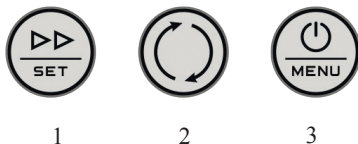
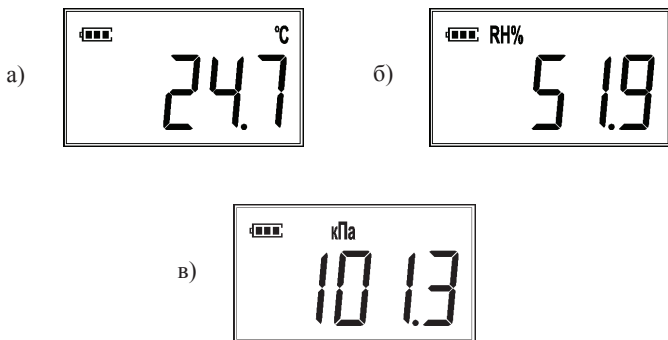

Рис.3 – Кнопки управления.
Рис.4 – Индикация на ЖК-дисплее режимов:
однократным нажатием кнопки ВКЛ/ВЫКЛ (3, Рис.3), причем, во время включения прибора на его экране будет выведен его серийный номер.
5.5 Для определения желаемого параметра достаточно поместить прибор в зону измерений и после установления тепло-влажного равновесия между зондом и окружающей средой считать с жидкокристаллического дисплея измеренное значение (Рис.4).
Если необходимо, например, включить/выключить даталоггер или передачу данных по Wi-Fi, то это можно сделать перейдя в меню настроек прибора, зажав у включенного прибора на несколько секунд кнопку MENU (3, Рис.3). При этом для адекватной работы прибора, его необходимо предварительно настроить с помощью программы-конфигуратора на ПК.
Длительное (примерно 2 секунды) нажатие на кнопку SET (1, Рис.3) приводит к смене текущего состояния регистратора данных. Для перехода к следующему пункту меню необходимо однократно нажать на кнопку SET.
связи происходят с интервалом примерно 1 раз в секунду), что может быть удобно при проведении калибровки или поверки прибора. Для перехода в данный режим необходимо включить прибор, выбрать измеряемый параметр, включить Wi-Fi при необходимости, затем нажать кнопку SET (1, Рис. 3) на несколько секунд. После данных действий на экране прибора начнет мигать размерность выбранного измеряемого параметра, что является признаком перехода в быстрый режим. При этом циклический режим работы прекращает свою работу, переключения на экране прибора между измерительными каналами не происходит. Для прекращения работы быстрого режима необходимо на несколько секунд нажать кнопку SET (1, Рис. 3)
7.2 Включите прибор однократным нажатием на кнопку включения прибора (3, Рис.3). После включения прибор перейдет в режим
измерения температуры (Рис.4, а).
7.3 Для перехода в режимы измерения влажности (Рис.4, б) или атмосферного давления\*\* (Рис.4, в) нужно нажать на кнопку переключения между параметрами микроклимата (1, Рис.3).